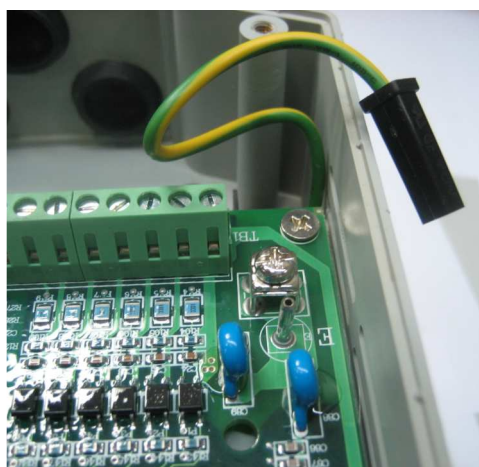

Рис. 7.14.
7.6.3. Соединить провод заземления 1 с ответным контактом на плате центрального процессора (рис. 7.14).